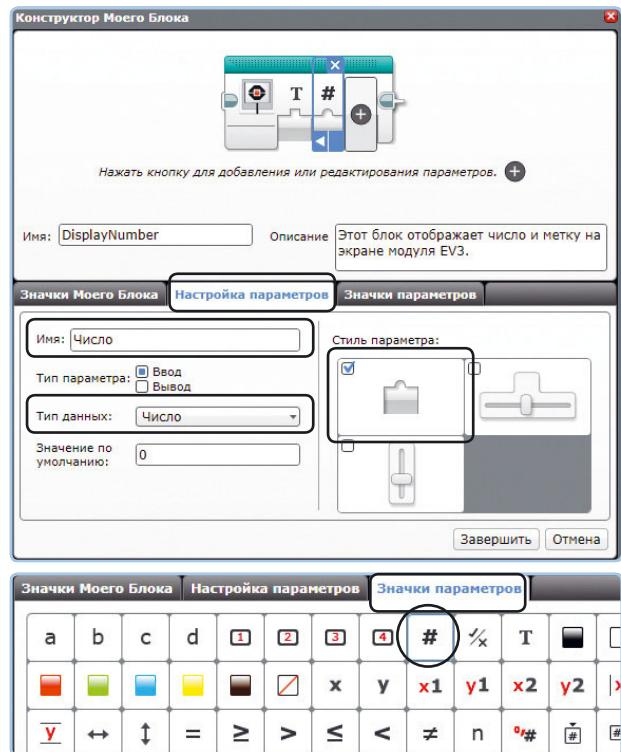

Рис. 15.19. Настройка ввода Число
- Теперь выберите второй параметр и настройте его, указав тип параметра **Ввод** (Input), тип данных **Число** (Number) и имя **Число**, как показано на рис. 15.19. В поле **Значение по умолчанию** (Default Value) указано число 0, и это означает, что параметру **Число** по умолчанию присвоится значение 0, когда позже вы выберете контейнер на палитре программирования. Выберите стандартный тип ввода в группе элементов управления **Стиль параметра** (Parameter Style) (выделен на рисунке). В этом случае будет создан стандартный числовой ввод, который может принимать любое значение (как вводы блока **Математика** (Math)), а не поплавковый регулятор, который принимает значения только в определенном диапазоне (как, например, параметры **Мощность** (Power) и **Рулевое управление** (Move Steering) блока **Рулевое управление** (Move Steering)).